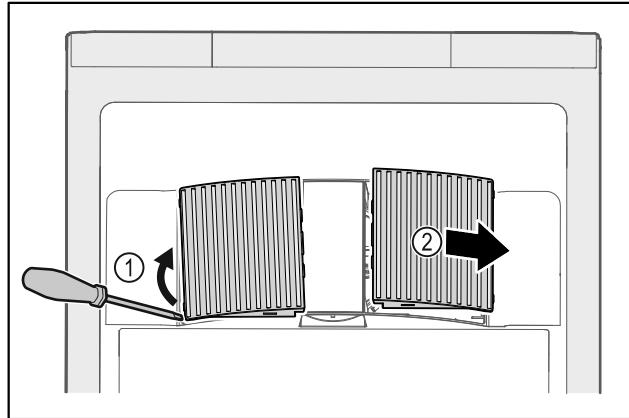

Fig. 47
- ▶ 从侧面小心撬开风机盖板 Fig. 47 (1)并朝前取下 Fig. 47 (2)。